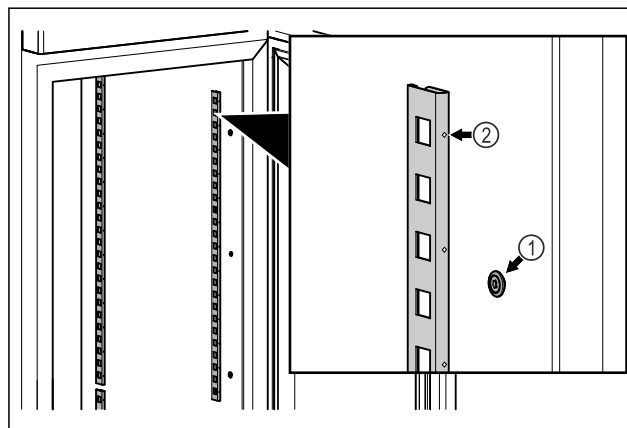

Fig. 56 Ενδεικτική απεικόνιση
- ▶ Αναρτήστε τα προφίλ ασφάλισης στην ανάρτηση Fig. 56 (1). Το σημάδι Fig. 56 (2) πρέπει να δείχνει προς τα εμπρός.